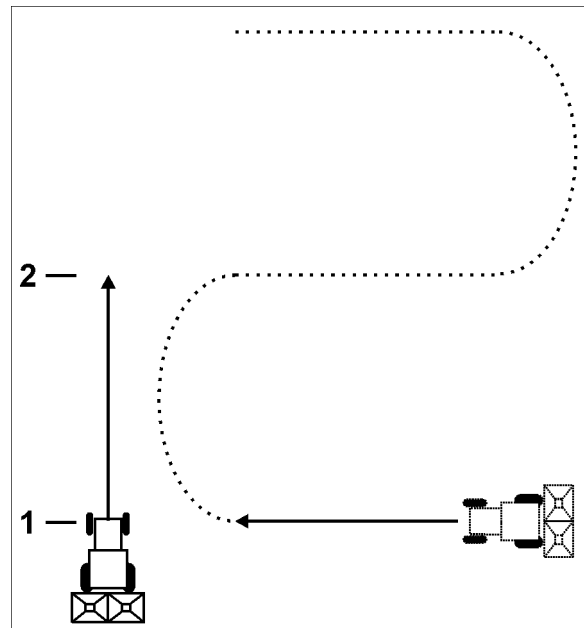

Fig. 7
1. Kør i enden af marken på tværs af arbejdsretningen, og berør (Fig. 7/1) tasten
2. Hvis displayet viser vejstrækningen som værdien af arbejdsbredden på (Fig. 7/2), skal du begynde med indkørslen.